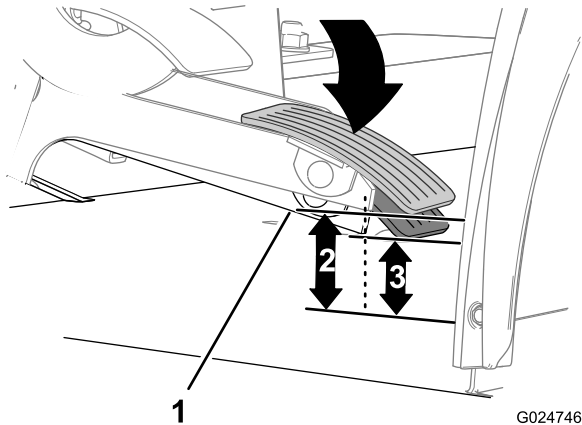

図 88
1. アクセルペダルが上位置にある状態で、アクセルペダルアームの後下角部から運転席床面までの距離を測定する 図 88。
2. アクセルペダルとスロットルケーブルとの間の遊びがなくなるポイントまで、ペダルを静かに下げる 図 88。
3. 遊びがなくなった位置にアクセルペダルを保持した状態で、アクセルペダルアームの後下角部から運転席床面までの距離を測定する 図 88。